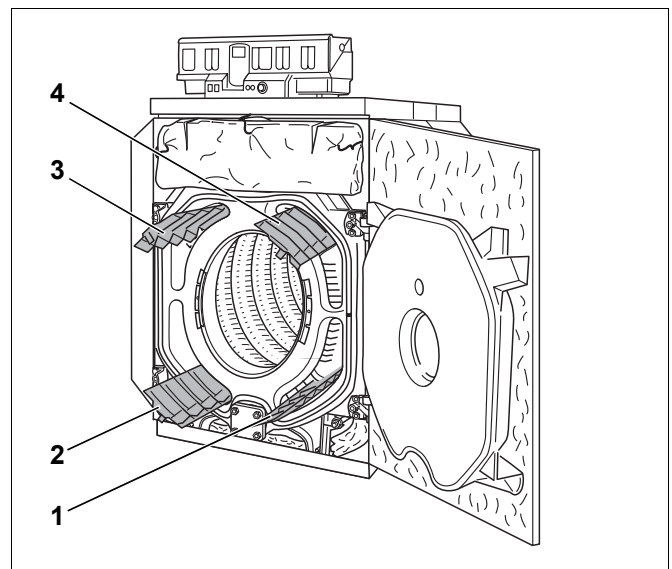

Fig. 72 Rimozione dei turbolatori
- Estrarre i turbolatori dai tiraggi, tirandoli in avanti (fig. 72, da [1] a [4]).